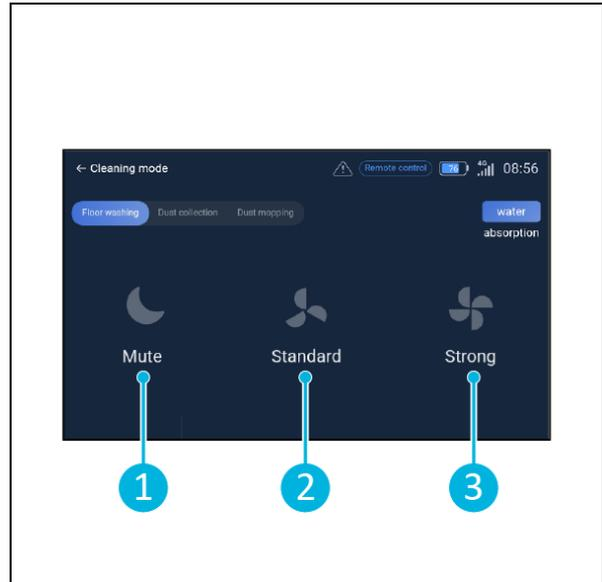

Figura 20
2. Seleccione un ajuste de limpieza. [Silencio] (Figura 20, pos. 1), [Estándar] (Figura 20, pos. 2) o [Fuerte] (Figura 20, pos. 3).